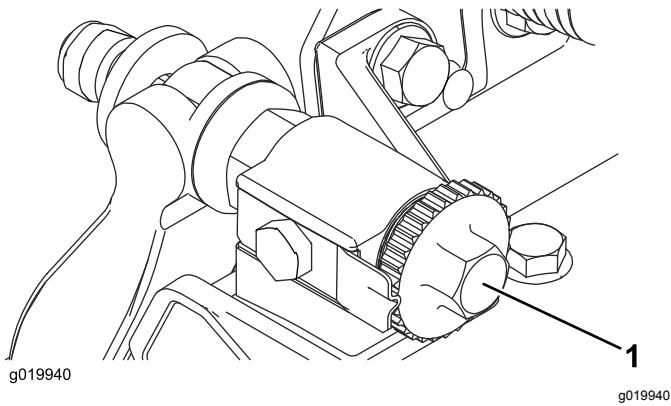

Рисунок 9
- Поверните регулировочные винты неподвижного ножа против часовой стрелки, чтобы неподвижный нож не касался барабана (Рисунок 9).